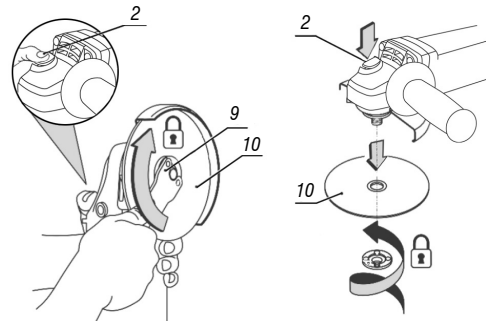

Fig. 7 – Substitución del disco
- Presione el botón traba del eje (2);
- Suelte la tuerca con la llave (9);
- Retire el disco (10), Fig. 7;